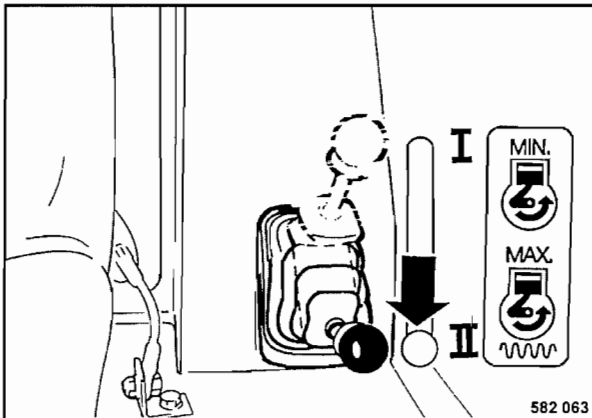

Fig. 43
- Colocar la palanca reguladora de revoluciones (Fig. 43) en posición "II" de pleno gas.